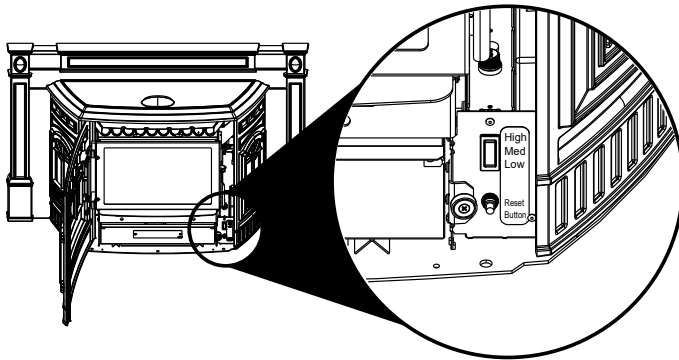

Figure 10.1
Cet appareil est doté d'un interrupteur de commande du chauffage à trois positions ou taux de combustion : bas, moyen et haut (**Figure 10.1**). L'appareil se met en marche ou s'arrête quand le thermostat le demande. Quand le thermostat demande de la chaleur, le poêle démarre toujours sur Haut. Après environ 4 minutes, l'appareil continue à fonctionner en revenant à la position de réglage initiale. Si l'appareil est réglé sur une des positions basses, il sera plus silencieux, mais il lui faudra plus de temps pour chauffer une pièce comparé à s'il était réglé à un taux plus élevé de combustion. Peu importe le taux de combustion, l'appareil s'arrête quand la température de la pièce correspond au réglage du thermostat.
3. Localisez l'interrupteur d'intensité de chauffage sur le côté inférieur droit de la boîte à feu à l'arrière de la façade décorative. Réglez-le sur HAUT, puis réglez le thermostat sur la température maximum. Le voyant rouge en haut de la boîte de jonction à l'arrière du panneau d'accès droit s'allume. Cela indique que le thermostat demande de la chaleur (**Figure 10.1**).